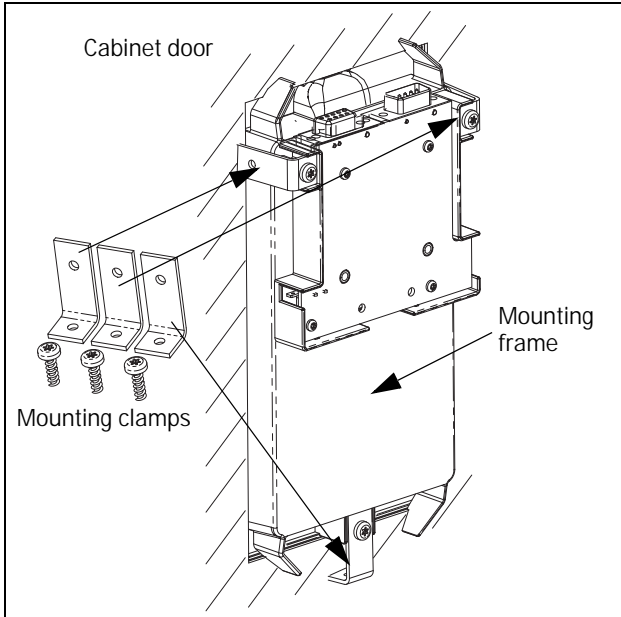

Fig. 3 Fasten the mounting frame using the mounting clamps.
3. Fasten the mounting frame in the cabinet door from the inside using the three mounting clamps and screws according to the Fig. 3.
3. Fäst monteringsramen i skåpsdörren från insidan med hjälp av de tre monteringsbyglarna och skruvarna enligt Fig. 3, sidan 5.
3. Befestigen Sie den Einbaurahmen mit den drei Montageklammern und Schrauben entsprechend Fig. 3, Seite 5 von der Innenseite in der Schaltschranktür.
3. Bevestig het montageframe vanaf de binnenzijde in de kastdeur met de drie bevestigingsklemmen en schroeven volgens Fig. 3, pagina 5.
3. Fije el bastidor de montaje a la puerta del armario desde el interior con las tres grapas de montaje y los tornillos, según la Fig. 3, página 5.
3. Fixer le châssis de montage sur la porte de l'armoire depuis l'intérieur à l'aide des trois brides de montage et des vis conformément à la Fig. 3, page 5.
3. Fissare il telaio di montaggio al portello del cabinet dall'interno con i tre morsetti di montaggio e le relative viti, come da Fig. 3, pagina 5.